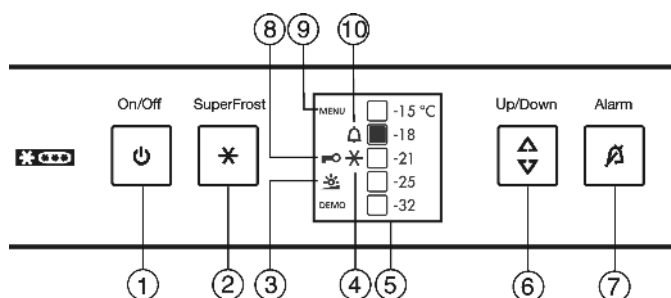

Fig. 3
- Simbolis „SuperFrost“ Fig. 3 (4) mirksi kartu su temperatūros indikatoriumi.